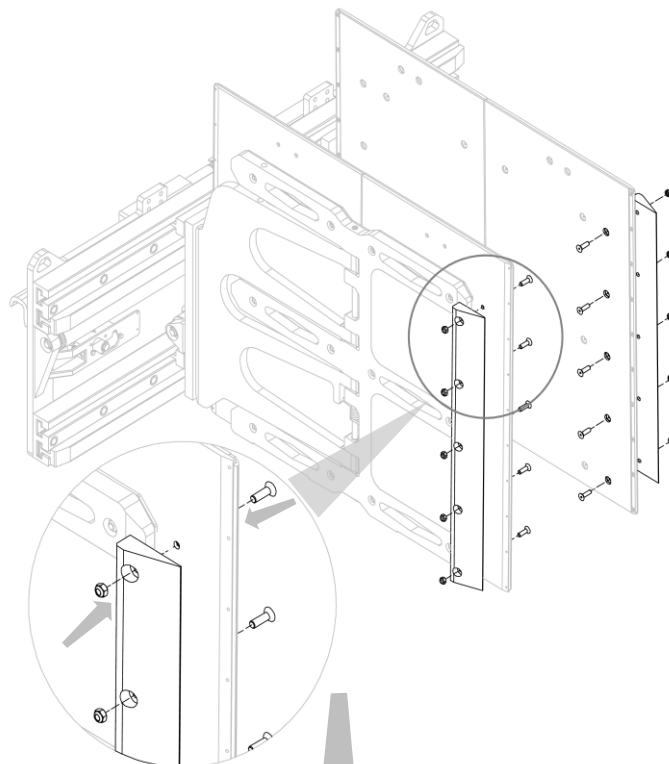
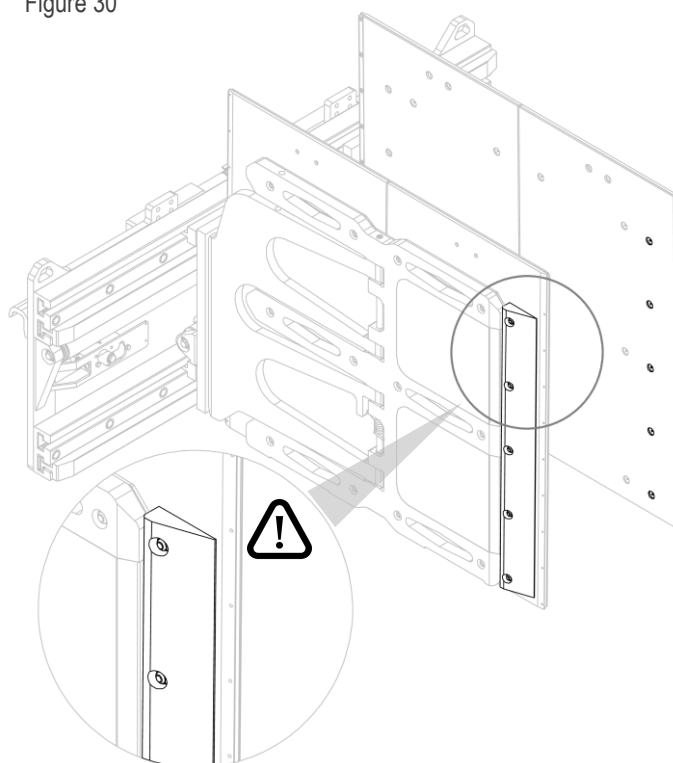

Figure 30
Figure 31
2. Installer les embouts de protection en Ertalon (voir *Figure 30* et *Figure 31*).